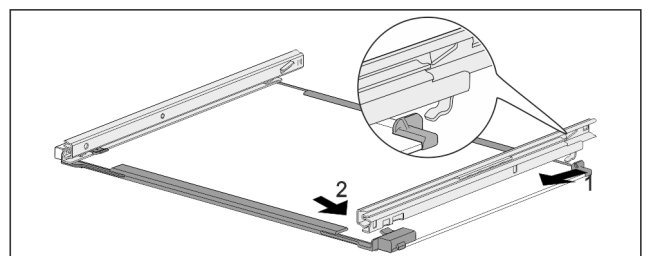

Fig. 134 Płyta szklana z szynami
- ▶ Zaczepić szynę z tyłu. Fig. 134 (1)
- ▶ Zazębnić szynę z przodu. Fig. 134 (2)